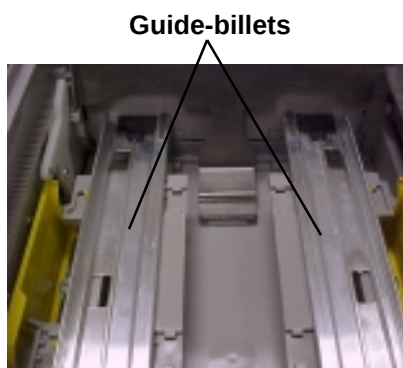

Figure 4
4. Trouvez les guide-billets (voir la figure 4). Il y a un guide-billets gauche et un guide-billets droit (« gauche » et « droit » comme on les voit quand on regarde la cassette depuis l'« avant », ou l'extrémité « poignée »). Les guides sont des rails poussées par des ressorts et fixés à chaque ensemble de support. L'ensemble de support constitue le mécanisme de réglage de la longueur du rail-guide. Les rails-guides peuvent être éloignés ou rapprochés l'un de l'autre sur l'ensemble de support, selon la longueur des billets.